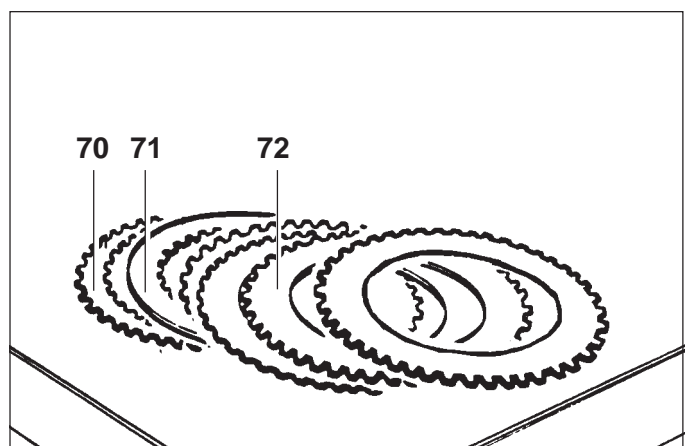

Fig. 20
- 6) Sfilare il disco di appoggio (75) ed i dischi frizione (71) (72) (70) che compongono la frizione avendo cura di mantenere l'ordine di montaggio (Fig. 20).
- 7) Discard oil seal ring (42), extract the shims (51-52-53-54) and with a screw-driver, extract oil seal (47).
- 6) Remove the plate (75) and clutch plates (71) (72) (70) taking care not mix them, for re-assembly purposes (Fig. 20).